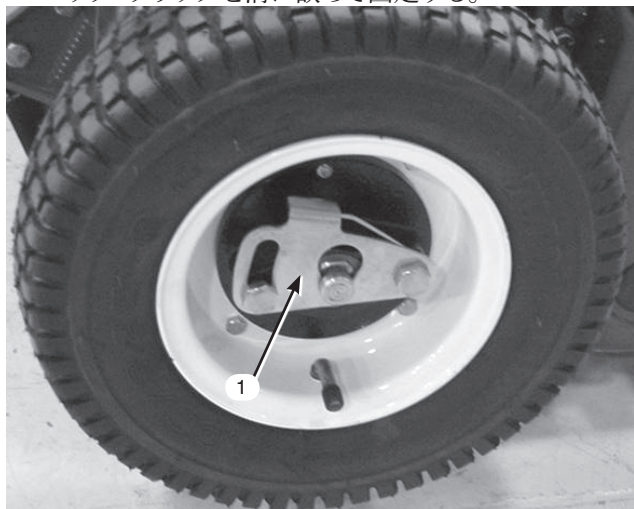

図5
5. 駆動軸の露出部にネバーシーズを塗り、車輪を通す(図5)。
6. ロッキング・クリップを開き、タイヤを更に奥に押し込む(図5)。